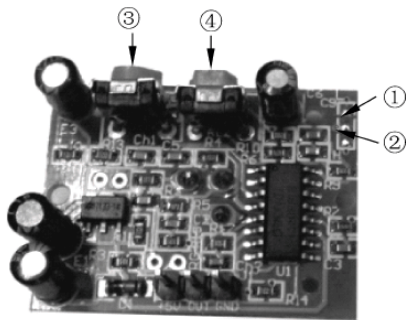

图 18.1 选择触发方式的引脚和距离调节装置
HC-SR501 有高、低电平两种触发方式, 即 L 和 H, 见图 18.1 中引脚①和②。其中, L 为不可重复触发方式, H 为可重复触发方式。可跳线选择, 默认为 H。
(1) 不可重复触发方式: 感应输出高电平后, 延时时间一结束, 输出将自动从高电平变为低电平。
(2) 可重复触发方式: 感应输出高电平后, 在延时时间内, 如果有人体在其感应范围内活动, 其输出将一直保持高电平, 直到人离开后才延时将高电平变为低电平。感应模块检测到人体的每一次活动后会自动顺延一个延时时间段, 并且以最后一次活动的时间为延时的起始点。
HC-SR501 模块有两个旋钮, 分别可以调整模块的封锁时间和检测距离, 见图 18.1 中的引脚③和④。这两个参数在实际应用中尤为重要, 简单了解一下即可熟练运用。
(1) 封锁时间: 感应模块在每一次感应输出后(高电平变为低电平), 可以紧跟着设置一个封锁时间, 在此时间段内感应器不接收任何感应信号。此功能可以实现(感应输出时间和封锁时间)两者的间隔工作, 可应用于间隔探测产品; 同时此功能可有效抑制负载切换过程中产生的各种干扰。